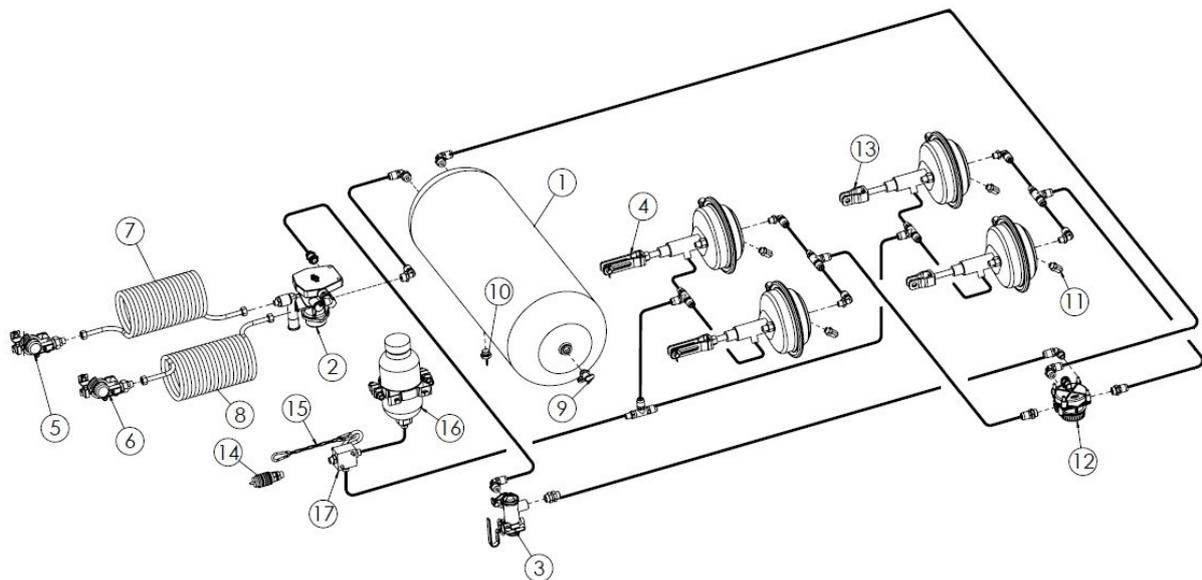

Abbildung 12.Hydraulische/pneumatische Bremsanlage
- - lufthydraulische Bremsanlage (Abbildung 12),
Eine weitere Option für das Bremssystem ist die hydraulisch- pneumatische Bremsanlage- Abbildung 12.